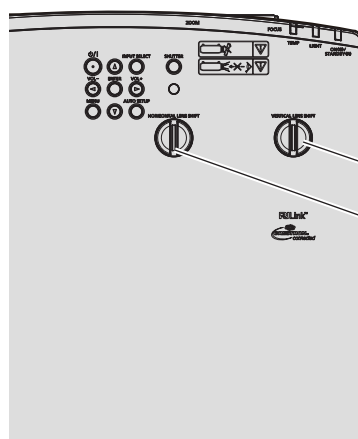

Figura 2
2) Ajuste del desplazamiento de la lente. (Figura 2)